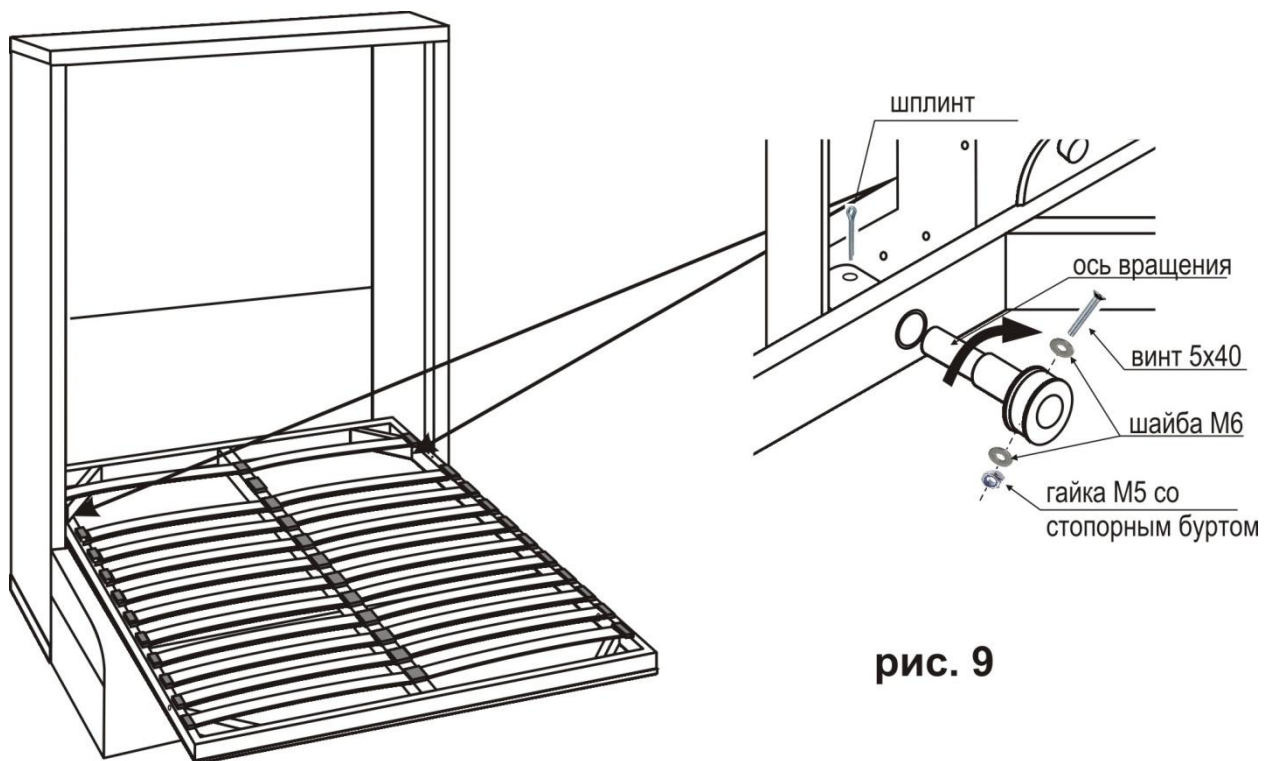

рис. 9
**10.** Вставить втулку в отверстия с наружной стороны основания кровати. С внутренней стороны основания вставить ось вращения так, чтобы отверстия на втулке механизма вращения и на оси вращения совпали, как показано на рисунке (рис.9). Зашплинтовать ролик с осью вращения винтом М5х40 с двух сторон шайбы М6, накрутить гайку М5 со стопорным буртом.